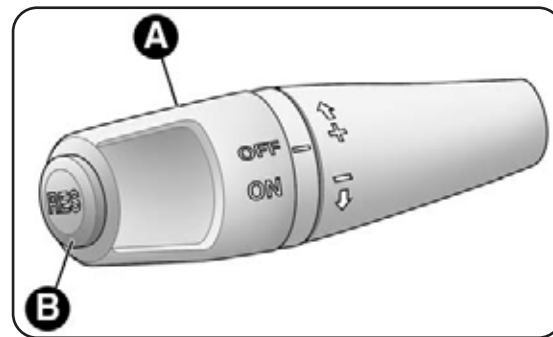

fig. 36
Ruota la ghiera A-fig. 36 su ON. Il dispositivo non può essere inserito in 1ª marcia o in retromarcia: è consigliabile inserirlo con marce uguali o superiori alla 5ª.
- ruota la ghiera A-fig. 36 su ON e premi l'acceleratore fino a portare la vettura alla velocità desiderata;
- premi il pulsante B-fig. 36 (RES).
- ruota la ghiera A-fig. 36 in posizione OFF;
In caso di funzionamento difettoso od avaria del dispositivo, ruota la ghiera A-fig. 36 su OFF e rivolgiti ai Servizi Autorizzati Alfa Romeo.